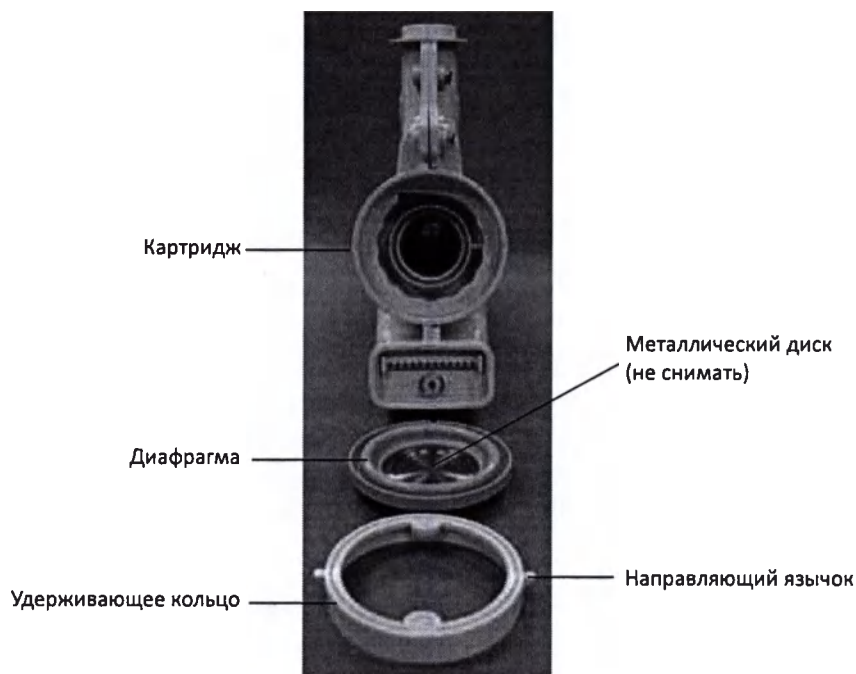

Рисунок 10-2: Картридж eSYS в разобранном виде
- 2 Извлеките диафрагму из картриджа eSYS. Металлический диск в диафрагме извлекать запрещено. Во время очистки, дезинфекции и стерилизации диск должен оставаться в диафрагме. См. рисунок 10-2 ниже.